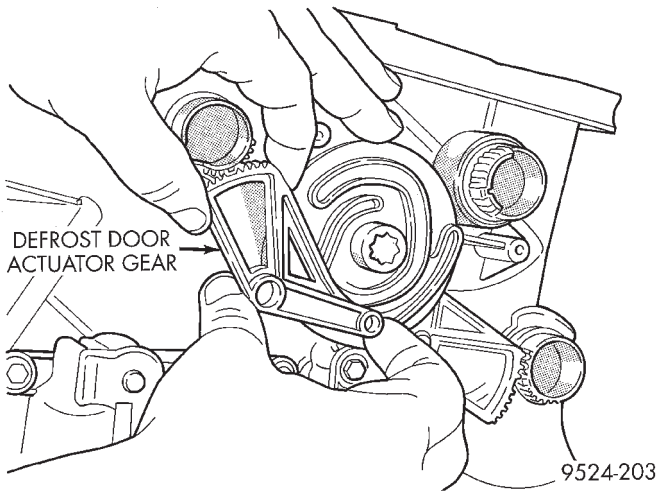

Fig. 65 Defrost Door Gear
(12) Remove defrost door actuator gear (Fig. 65).